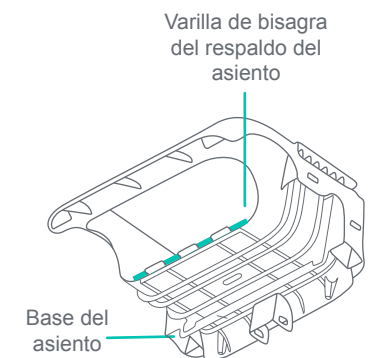

Fig. 1a
- 1) • Primero localice la base del asiento. En la parte trasera de la base del asiento, retire la varilla de bisagra metálica de la base (Fig. 1a).